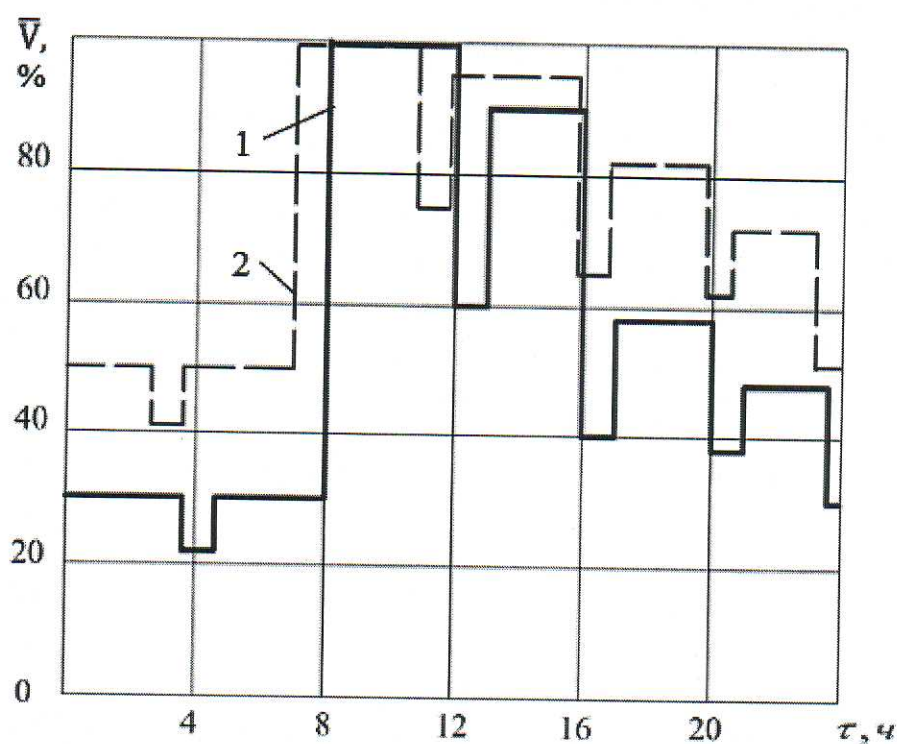

Рисунок 1 – Суточный график безразмерного расхода сжатого воздуха
2. Номер суточного графика безразмерного расхода сжатого воздуха (рисунок 1) и город, для которого проектируется КС, выбираются по таблице 2.